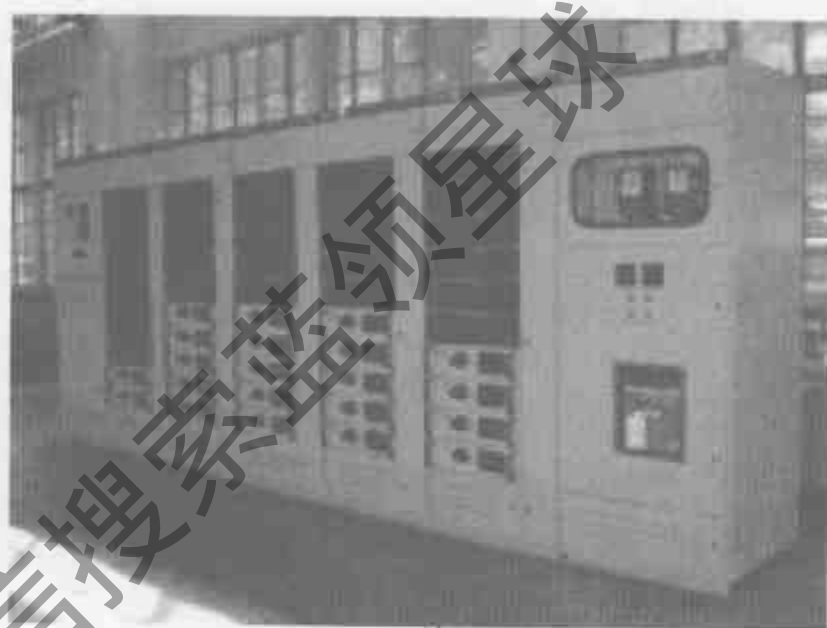

图 9-11 低压开关柜
⑬ 在带电的低压开关柜（箱）上工作时，必须采取防止相间短路及接地等安全措施。低压开关柜如图 9-11 所示。